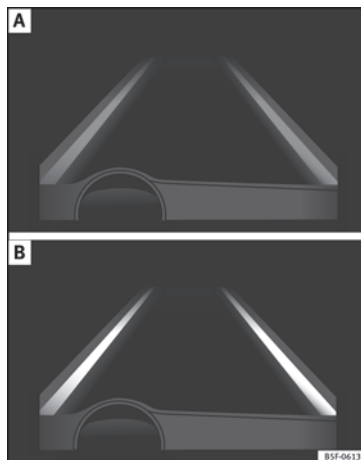

Bild 207 På instrumentpanelens display: Indikationer på Lane Assist-systemets display (exempel 1)
- Systemet är aktivt, men inte tillgängligt, antingen på grund av att minimihastigheten inte har uppnåtts eller för att fillinjerna inte kan upptäckas » **bild 207 A.**
- Systemet är aktivt och tillgängligt, båda fillinjerna har upptäckts. Styrvinkeln korrigeras inte just nu » **bild 207 B.**